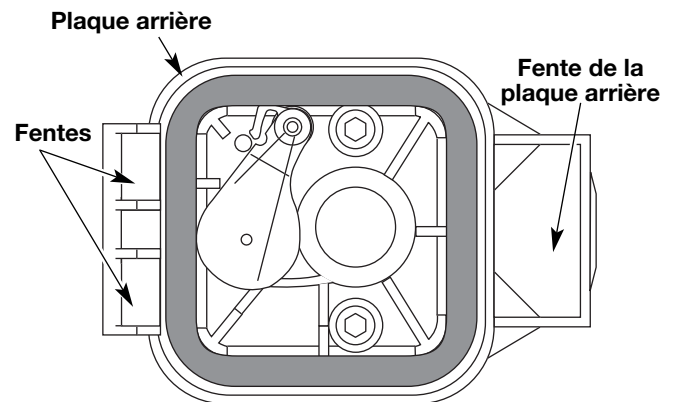

Figure 34
6. Remplacez le filtre (Fig. 34).
7. Réinstallez le couvercle du filtre à air. Placez les crochets à gauche du filtre à air dans les fentes à gauche de la plaque arrière (Fig. 34).
8. Pivotez le couvercle vers la droite jusqu'à ce que la languette du couvercle du filtre s'enfonce dans la plaque arrière (Fig. 34).